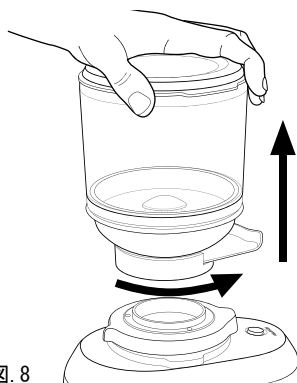

図. 8
1. 豆容器クロージャーアームを閉じ、本体から豆容器を取り外します。(図. 8参照)
2. 操作ダイヤルを「OFF」の位置にあわせ、コンセントからプラグを抜いた後、コーヒー豆容器を本体から取り外してください。(図. 8参照)